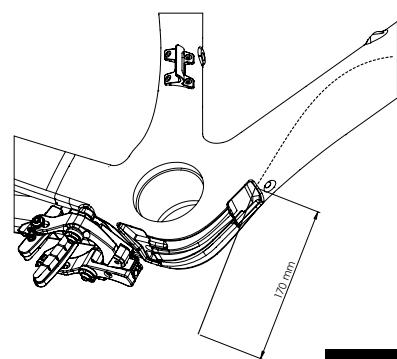

Fig. 27
- 3 / Coloque sobre la vaina del freno trasero la espuma desde su marca. Fije el tubo de espuma a la vaina de freno con cinta aislante. Vuelva a insertar la vaina a 170 mm del extremo (Fig. 27). Deje espacio. La vaina no debe estar tensada en el interior del cable.
2/ Coloque el latiguillo de freno a 170 mm del extremo (Fig. 27). Mantenga la holgura: el latiguillo no debe estar tenso dentro del cuadro.